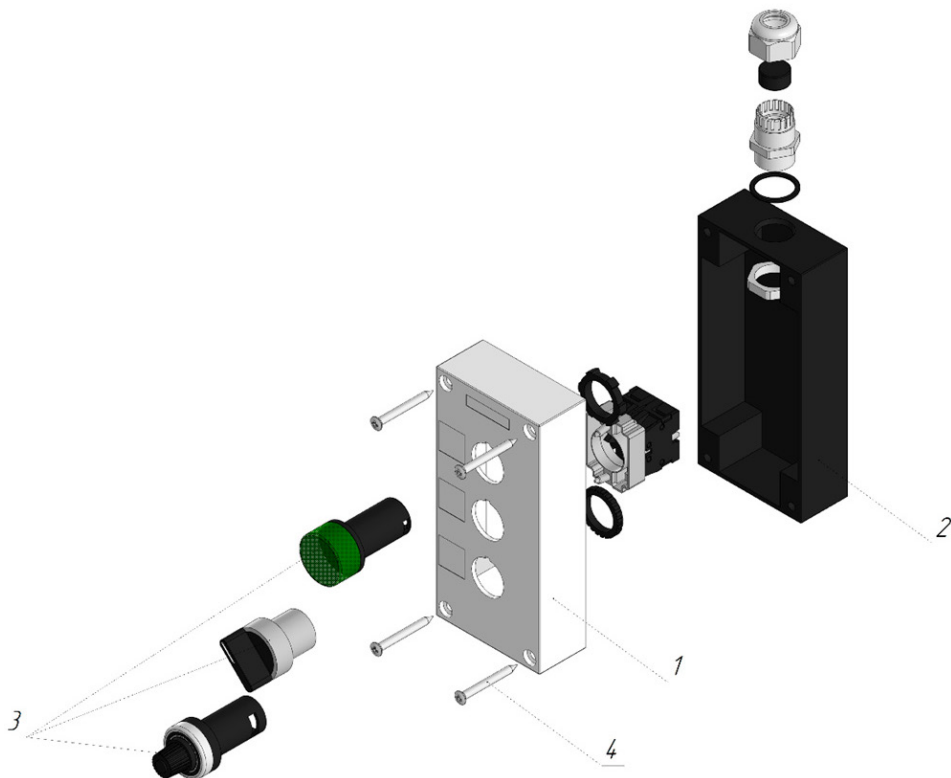

Рисунок 3.2.1 – 3D-модель пульта на примере ПУ-3-111
Для разборки ПУ (Рисунок 3.2.1) необходимо открутить четыре винта (4) на лицевой панели (1), отсоединить ее от задней панели (2), подключить соединительные провода к светосигнальной/управляющей арматуре (3). Для сборки пульта управления произвести описанные выше действия в обратном порядке.